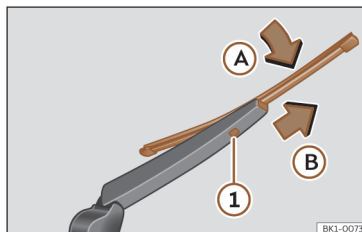

Abb. 146 Scheibenwischerblatt der Heckscheibe auswechseln.
- Wischerblatt leicht drehen >>> **Abb. 146** (Pfeil **A**).
- Die Entriegelungstaste ❶ gedrückt halten und gleichzeitig das Scheibenwischerblatt in Pfeilrichtung **B** abziehen.
- Neues Heckscheibenwischerblatt **gleicher Länge und Ausführung** auf den Scheibenwischerarm entgegen der Pfeilrichtung **B** schieben, bis der Mechanismus ❶ einrastet.